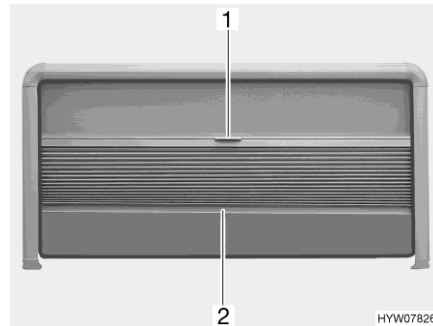

Fig. 66 Dispositif occultant plissé et moustiquaire (fenêtre projetante)
- Saisir la tige de fermeture (Fig. 66,2) du dispositif occultant plissé par le milieu et tirer avec précaution vers le bas.
- Maintenir la tige de fermeture (Fig. 66,2) du dispositif occultant plissé par le milieu et pousser ce dernier avec précaution vers le haut.
- Tirer la moustiquaire vers le bas en la maintenant par la poignée (Fig. 66,1).
- Pousser la moustiquaire à fond vers le haut en la maintenant par la poignée (Fig. 66,1).